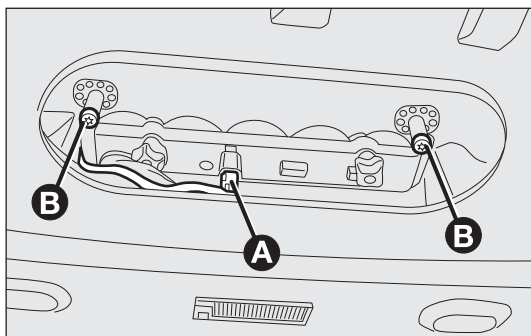

рис. 151
- отсоедините электрический разъем А – рис. 151;
- отвинтите два боковых штыря В – рис. 151;